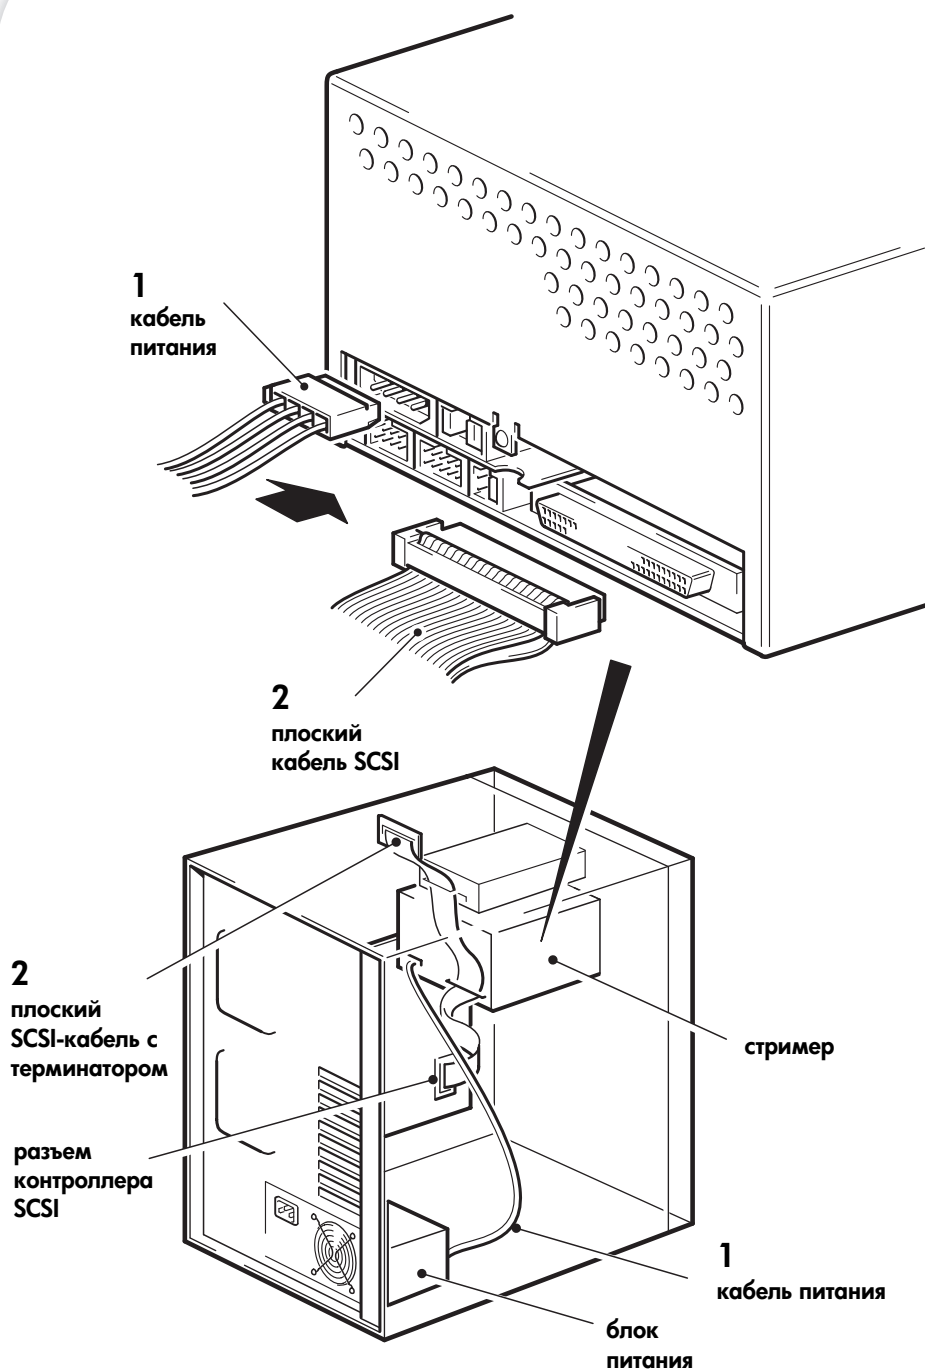

Рис. 7. Подключение кабеля питания и SCSI-кабеля
- 1 Подключите свободный кабель от внутреннего блока питания сервера к соответствующему разъему стримера (см. Рис. 7, п. 1).
- 2 Подключите свободный разъем плоского SCSI-кабеля главного адаптера сервера к SCSI-разъему стримера (см. Рис. 7, п. 2).
Если главный адаптер является первым устройством на шине, необходимо проверить, подключен ли терминатор к последнему устройству (см. Рис. 7, п. 2).